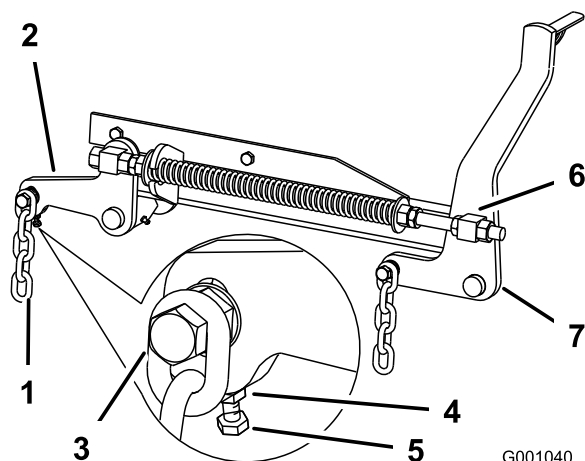

Figura 112
7. Si las medidas realizadas en las posiciones **B** o **C** no son correctas, afloje el perno que fija la cadena trasera al brazo de soporte trasero (Figura 112).
- Afloje la contratuerca situada debajo del brazo de soporte trasero y ajuste el perno de ajuste hasta obtener una medida de 80 a 83 mm; consulte Figura 112.
- Afloje las contratuercas de pivote delantero, en la parte delantera de los pivotes derecho e izquierdo, unos 13 mm (Figura 112).
- Ajuste las tuercas de elevación en el lado izquierdo y derecho de la máquina hasta obtener una distancia de 6 a 10 mm menos en la parte delantera en **A** que en la parte trasera, en **B** (Figura 112).